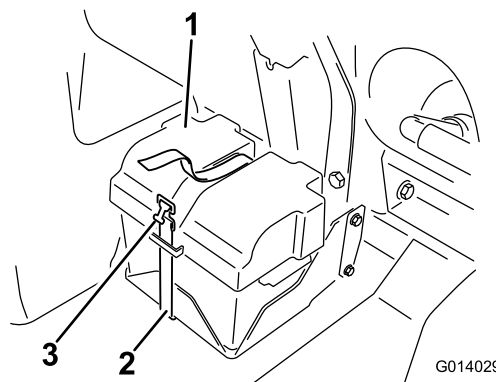

Figure 94
- Déposez le couvercle de la batterie et débranchez le câble de masse négatif (noir) de la borne de la batterie (Figure 94).
4. Posez le couvercle de la batterie et fixez-le avec la sangle que vous avez retirée précédemment (Figure 94).